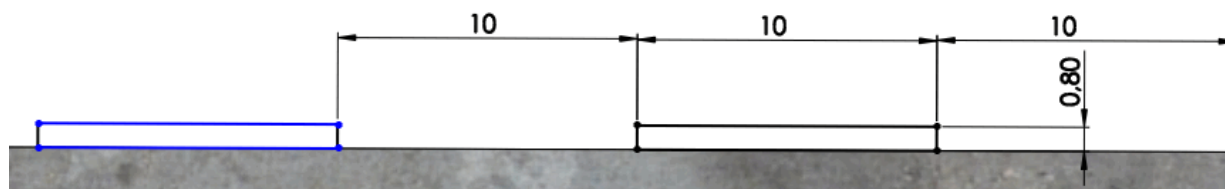

Figura 2.22 - Editando esboço para criar bainhas.
4.2. Selecione a face superior externa e inicie um esboço com dois retângulos com as dimensões da Figura 2.22, observando que a vista foi rotacionada 90° para melhor disposição na página.